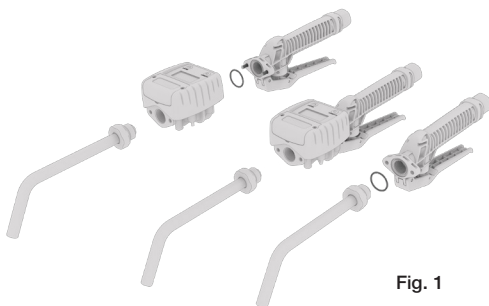

Fig. 1
- Para asegurar la estanqueidad, monte la extensión utilizando la junta tórica de FKM suministrada y teniendo especial cuidado de que la junta permanezca en su alojamiento en la salida del cuerpo de pistola o contador (Fig. 1). Lubrique la tórica previamente al montaje.